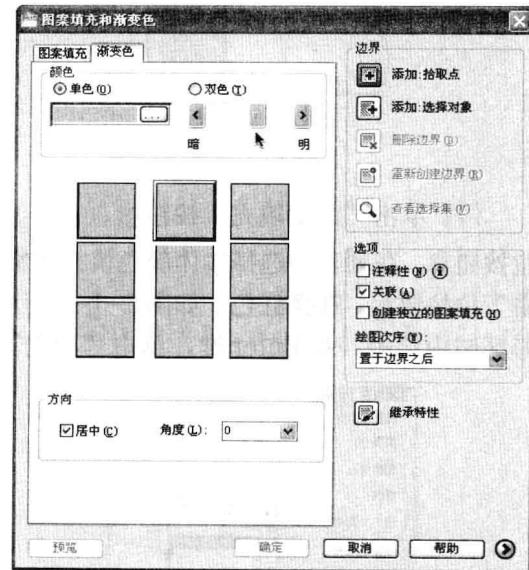

图 5-1-12
(2) 选择菜单命令“绘图／渐变色”，或在“绘图”面板中单击“渐变色”按钮，打开“图案填充和渐变色”对话框，选择“单色”单选按钮，单击下面的“颜色”按钮，打开“颜色”对话框，选择绿色，单击“确定”按钮。移动着色和渐浅之间的滑块，当下面9个图案中没有渐变效果时，停止移动，如图 5-1-12 所示。